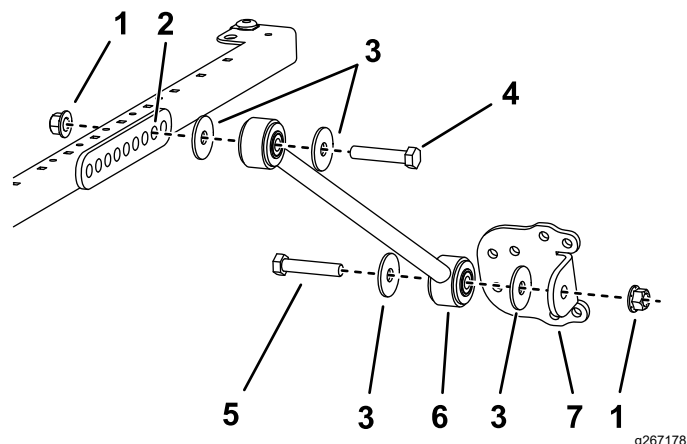

Figura 34
- Per i modelli 30446, 30446N, 30447 e 30447N, su ciascun lato del telaio del parasole montate, senza serrarlo, un supporto di ancoraggio sul **secondo** foro della staffa di ancoraggio con un bullone ($\frac{1}{2}$ " x $2\frac{1}{2}$ "), una rondella ($\frac{1}{2}$ ") e un dado flangiato ($\frac{1}{2}$ "), come illustrato nella Figura 34.